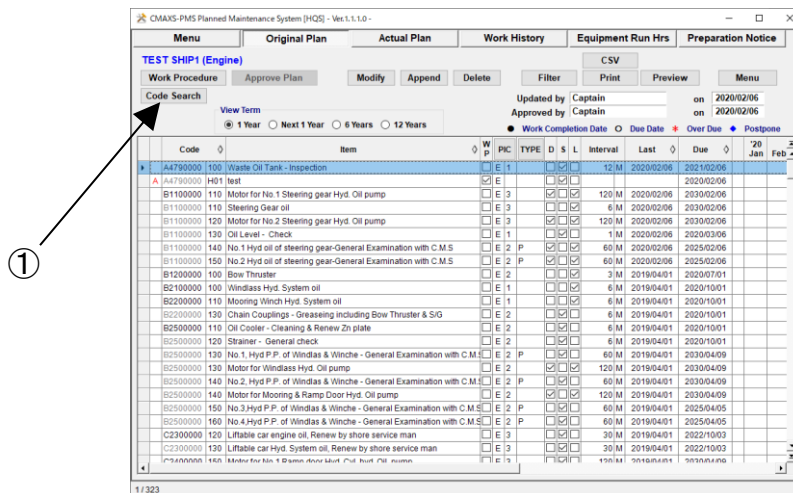

図 14-1 Original Plan 画面
- ① “Original Plan 画面”(図 14-1)で [Code Search] ボタンを選択してください。
- ② 保守作業項目を選択し、[OK]ボタンをクリックしてください。
- ③ “Original Plan 画面”に戻り、上記②で選択した保守作業項目が一番上に表示されます。